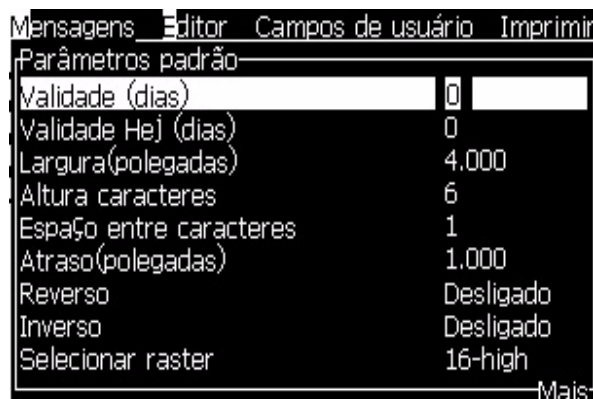

Figura 5-10: Caixa de diálogo Parâmetros predefinidos
Os diferentes parâmetros que estão disponíveis (*Parâmetros predefinidos > das mensagens*) são apresentados na Tabela 5-10, e na Figura 5-10 na página 5-24.
- 2 No menu *Mensagens*, selecione a caixa de diálogo *Parâmetros da mensagem* (Figura 5-10 na página 5-24) para editar os valores.